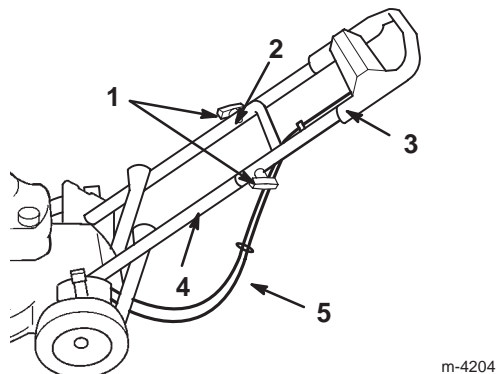

Figura 3
6. Verificate che i cavi siano infilati sotto la stegola inferiore e dietro di essa, come riportato nella Figura 3.